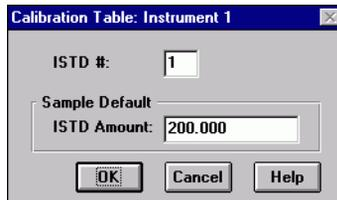

Figura 13 El cuadro de diálogo de la tabla de calibración
- 7 Pulse sobre la columna **ISTD** del pico 2, seleccione la flecha hacia abajo y seleccione **Yes**; luego pulse en cualquier otro lugar de la tabla de calibración para mostrar el cuadro de diálogo **Calibration Table** (consulte la Figura 13).